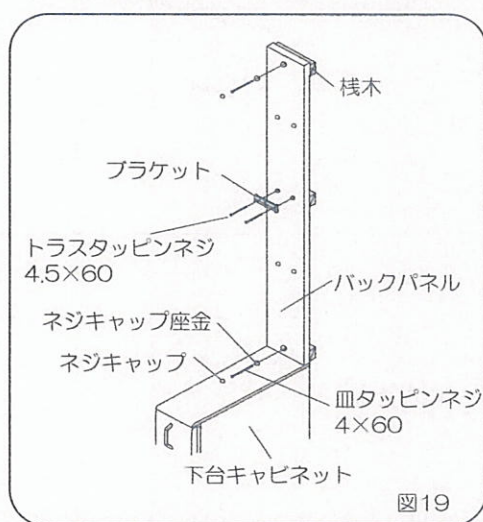

図19
- 2) 下台キャビネットにバックパネルをのせ、バックパネル上下各1箇所にある下穴よりネジ（皿タッピンネジ4×60）でネジキャップ座金を通して固定してください。（図19）
- 4) ポケット取付け用のブラケットをバックパネル中間部の穴に突起部を合わせネジ（トラスネジ4.5×60）で固定してください。（図19）